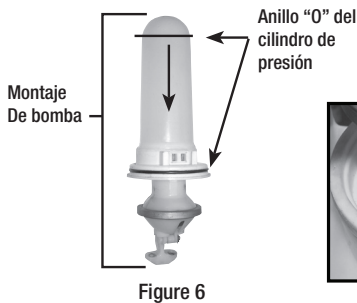

Figure 6
7. También se puede reemplazar el anillo "O" de la cámara de presión. NO estire el anillo "O" sobre la pestaña inferior. Monte el anillo "O" sobre la parte superior de la cámara. Aplique vaselina al anillo "O" antes de reinstalar el conjunto de la bomba en el tanque (fig. 6).